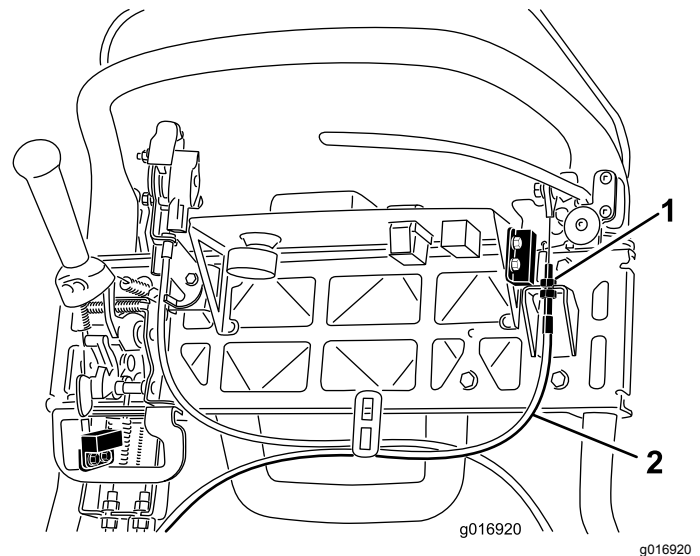

Рисунок 46
4. Для увеличения натяжения троса ослабляйте верхнюю контргайку троса и затягивайте нижнюю контргайку троса (Рисунок 46) до тех пор, пока усилие на рукоятке рычага тормоза, требуемое для отпуска фиксатора стояночного тормоза, не составит 156 Н.